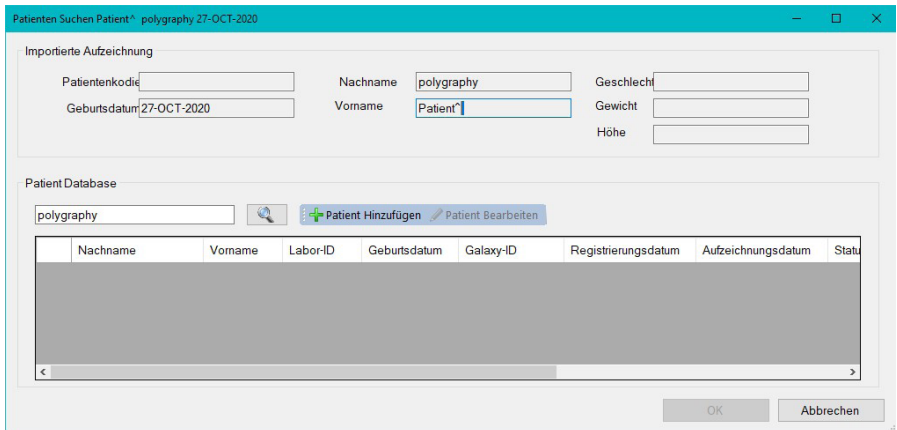

Abbildung 68: „Patient hinzufügen“
2. Wenn der Patient neu ist, klicken Sie auf „Patient hinzufügen“ (Abbildung 68).